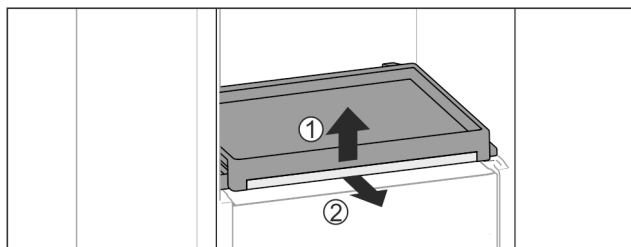

Fig. 113
- ▶ Tag udtrækshylden og glaspladen ud: Løft glaspladen lidt foran Fig. 113 (1) og træk den ud fremad Fig. 113 (2).